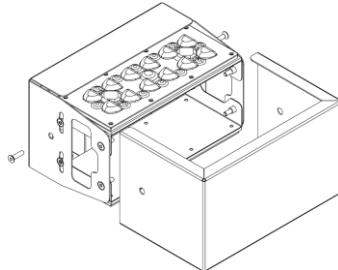

Рисунок 4.
- 5.2. Снимите защитный кожух (см. рисунок 4).